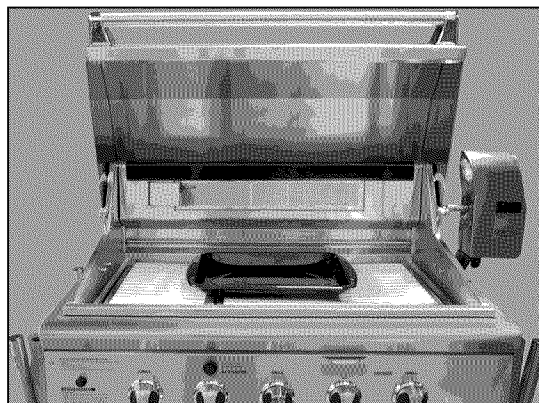

FIG. 37
4. Retirez au besoin les grilles et la grille supérieure du grill. Placez la partie inférieure du lèche-frite sur les tiges en céramique, de façon à récolter les gouttes provenant de la viande (Fig. 37).